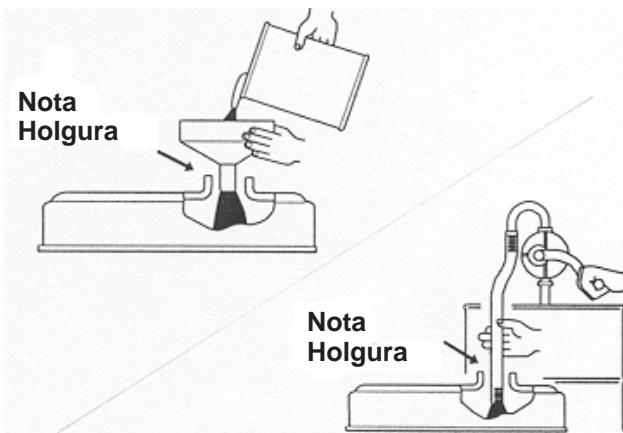

Figura 14
**Importante** Al añadir aceite de motor o al cambiar el aceite, debe haber holgura entre el dispositivo de llenado de aceite y el orificio de llenado (en la tapa de las válvulas) según muestra la figura 14. Esta holgura es necesaria para permitir la ventilación durante el llenado, lo cual evita que el aceite se derrame sobre el respiradero.